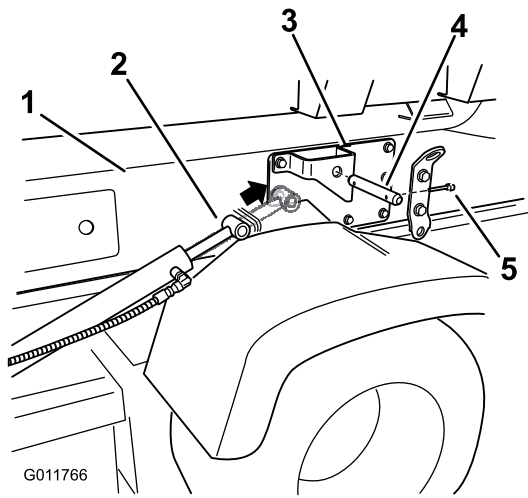

図 4
2. 昇降シリンダをタンク台のブラケットまで伸ばす。タンク台の各ブラケットについている取り付け穴にそれぞれのシリンダ・アームを合わせる (図 4)。
3. クレビス・ピンとリンチ・ピンを使ってタンク台を左右の昇降シリンダに固定する(図 4)。